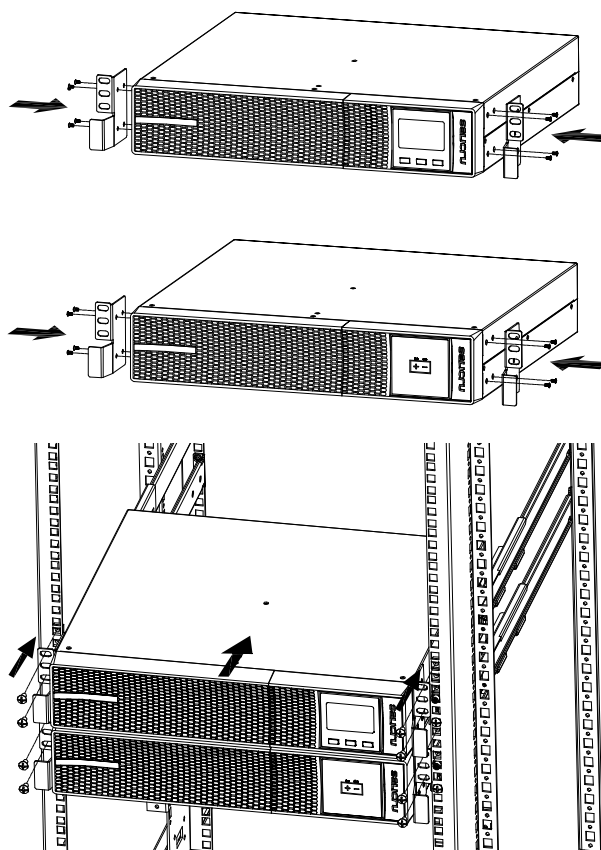

Fig. 7. Montage type rack en armoire de 19", avec extension autonomie (module de batteries).
- L'équipement est livré d'usine afin d'être monté en rack. Pour faciliter la lecture des messages sur l'écran lorsque l'équipement est installé verticalement, il est recommandé de faire pivoter le panneau de commande de 90° dans le sens des aiguilles d'une montre (voir Fig. 7).